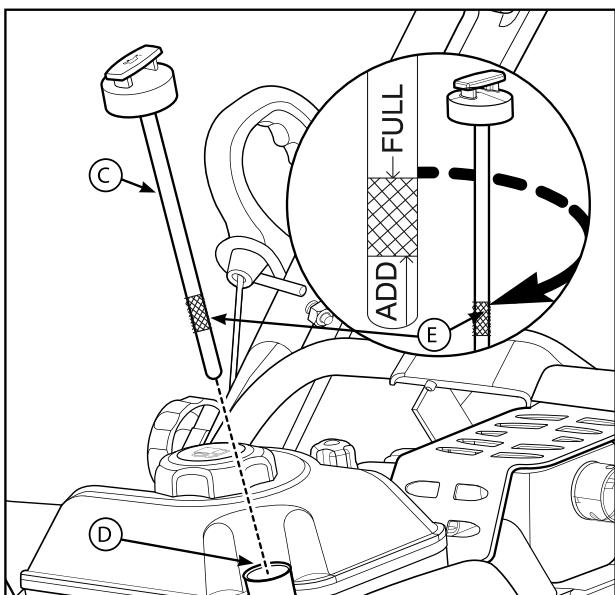

Рис. 14
4. Выньте масляной щуп (С, рис. 14) и вытрите его чистой тряпкой.
5. Медленно влейте масло в маслоналивную горловину двигателя (D). НЕ ДОПУСКАЙТЕ превышения указанной отметки. Подождите минуту и проверьте уровень масла.